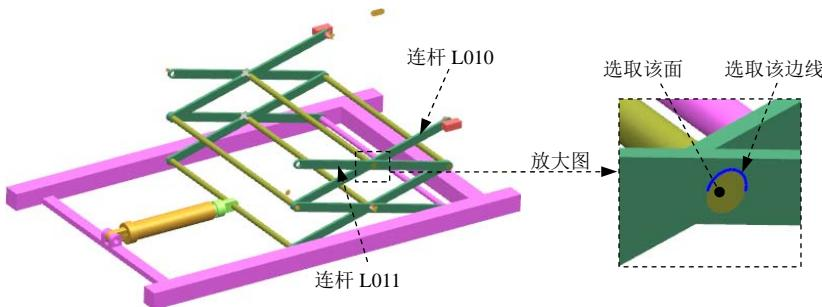

图 10.5.29 定义共线连接 (五)
(1) 定义运动副类型。在“运动副”对话框定义选项卡的类型下拉列表中选择 共线选项。
(2) 选择连杆。选取图 10.5.29 所示的连杆 L011。
(3) 定义原点及矢量。在“运动副”对话框的指定原点下拉列表中选取“圆弧中心”选项，在模型中选取图 10.5.29 所示的圆弧为定位原点参照；选取图 10.5.29 所示的面作为矢量参考面。
(4) 添加啮合连杆。在“运动副”对话框的基本区域中选中 喷合连杆复选框，单击选择连杆 (0)，选取图 10.5.29 所示的连杆 L010。
(5) 定义啮合连杆原点及矢量。在“运动副”对话框基本区域的指定原点下拉列表中选取“圆弧中心”选项，在模型中选取图 10.5.29 所示的圆弧为定位原点参照；选取图 10.5.29 所示的面作为矢量参考面。